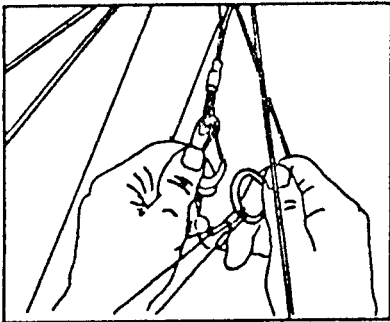

Figure 14
- 8) HÄNGE DIE SEGELLATTENAUFHÄNGUNG MIT DEM RING IN DEN DAFÜR VORGESEHENEN KARABINER AM OBEREN ENDE DES TURMS EIN UND ACHE DARAUF, DAB DIE SEILE NICHT VERDREHT ODER INNERHALB DER HINTEREN TURMVERSANNUNG SIND (FIGURE 14,15,16).